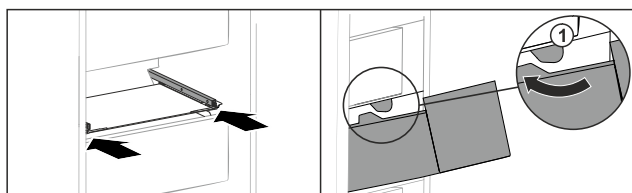

Fig. 166
- ▶ Schubfach um die Stopper Fig. 166 (1) herumführen.